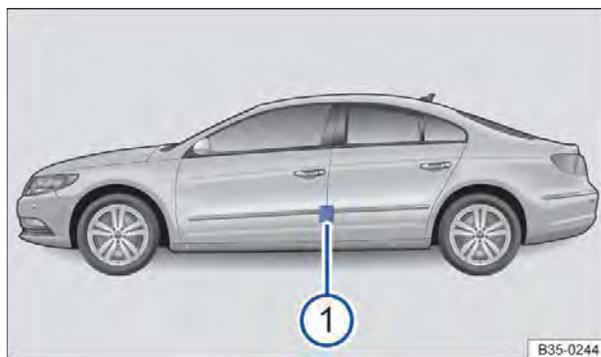

Fig. 209 Na coluna do condutor: etiqueta com as pressões dos pneus ① (alternativa ao lado interno da portinhola do tanque).
- (A) Pressão dos pneus para os pneus do eixo dianteiro.
- (B) Pressão dos pneus para os pneus do eixo traseiro.
- ① Pressão dos pneus no carregamento parcial.
- ② *Dependendo do veículo:* pressão dos pneus de conforto no carregamento parcial.
- ③ Pressão dos pneus no carregamento total.
- ④ Pressão dos pneus para a roda sobressalente
A etiqueta com as pressões dos pneus fornece a pressão dos pneus correta para os pneus montados de fábrica. As indicações valem para os pneus de verão, do ano todo e de inverno. A etiqueta com as pressões dos pneus está na coluna da porta do condutor ⇒ Fig. 209 ① ou na parte interna da portinhola do tanque.